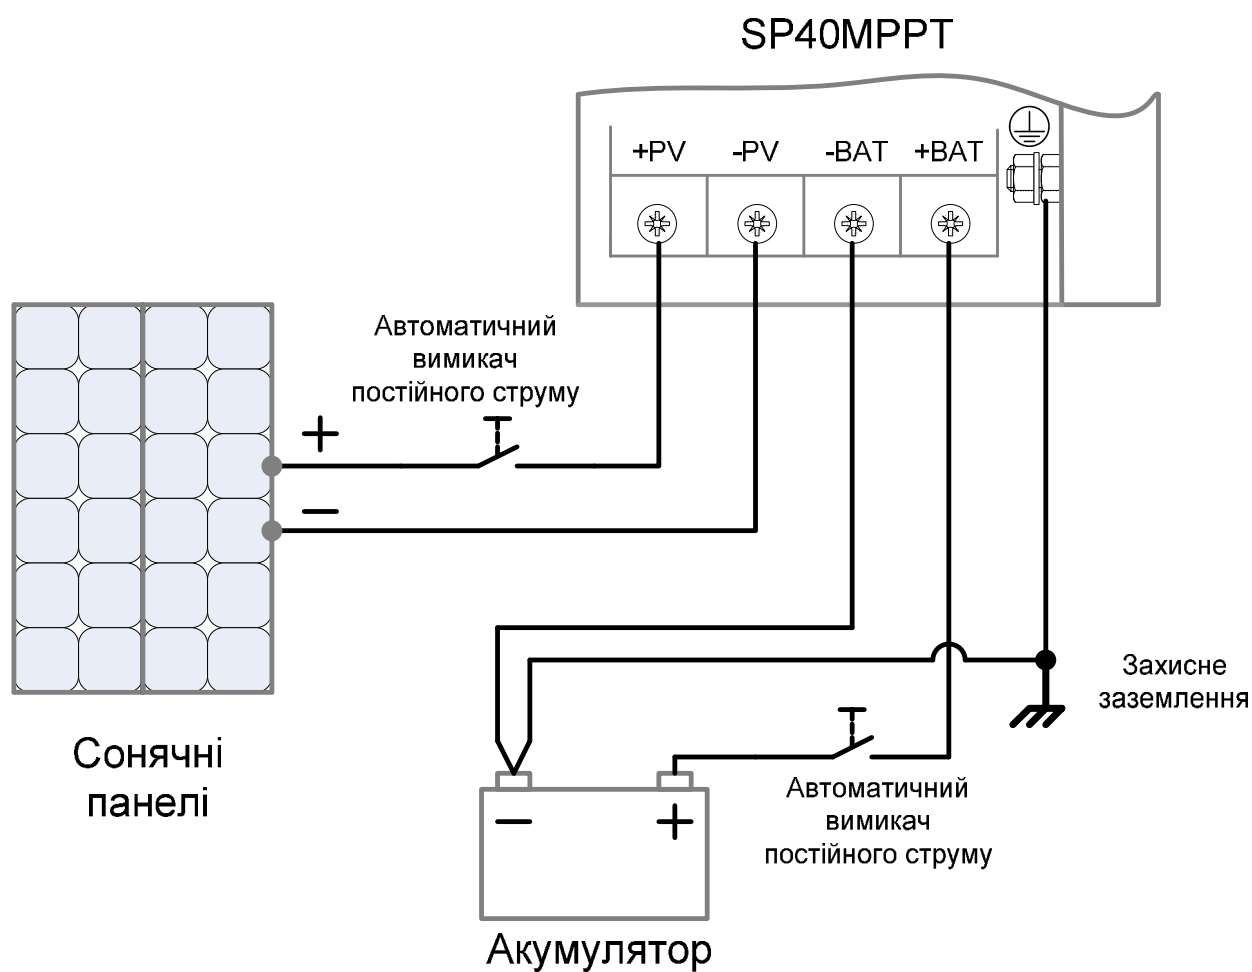

Рис. 4
6.2 Типова схема підключення силових ланцюгів показана на Рис. 4.